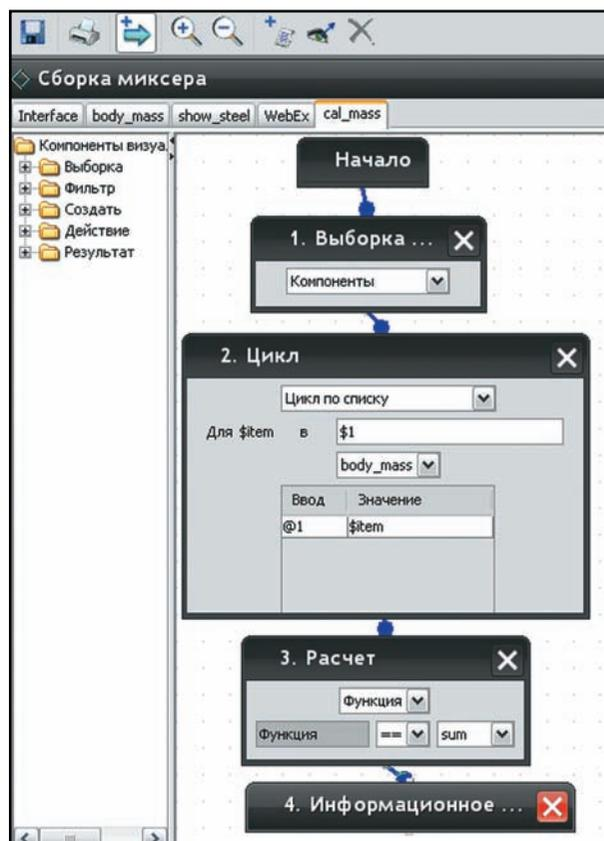

Рисунок 10.61 Визуальное правило `cal_mass`
- Откройте вкладку с правилом `cal_mass` (рис. 10.61). Правило выбирает все компоненты сборки на первом шаге и на втором в цикле передает каждый компонент в дочернее правило `body_mass`. Дочернее правило возвращает значение массы компонента, которое передается на следующий шаг. На третьем шаге происходит суммирование всех пришедших на вход значений, и окончательная сумма масс компонентов сборки выводится в информационное окно на последнем шаге.